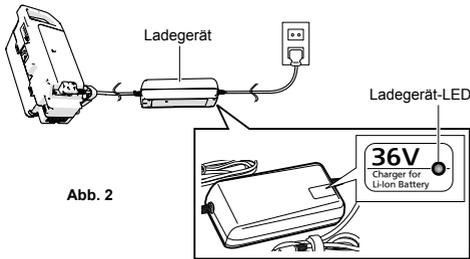

Abb. 2
- 2) Verbinden Sie den Netzstecker mit einer Netzsteckdose (220 V Wechselstrom bis 240 V Wechselstrom). (Abb. 2)